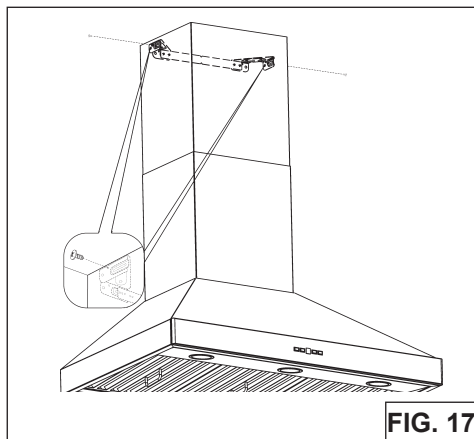

FIG. 17
- Fixez le carneau supérieur au support de montage du carneau avec 2 vis de 3,9 x 6 mm.(Fig.17).